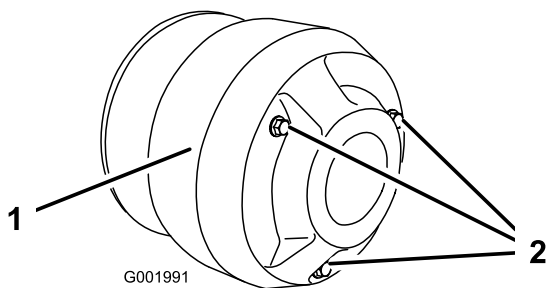

Figura 55
- Retire os 3 parafusos que fixam a tampa à embraiagem e retire a tampa (Figura 55).